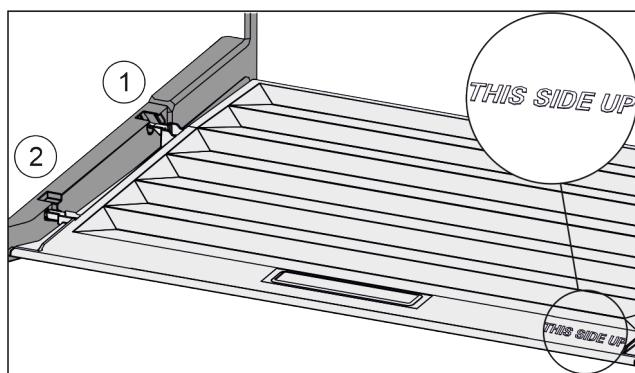

Fig. 90
- Вставити поперечні ребра через отвір заднього тримача Fig. 90 (1) і зафіксувати спереду у тримачі Fig. 90 (2).